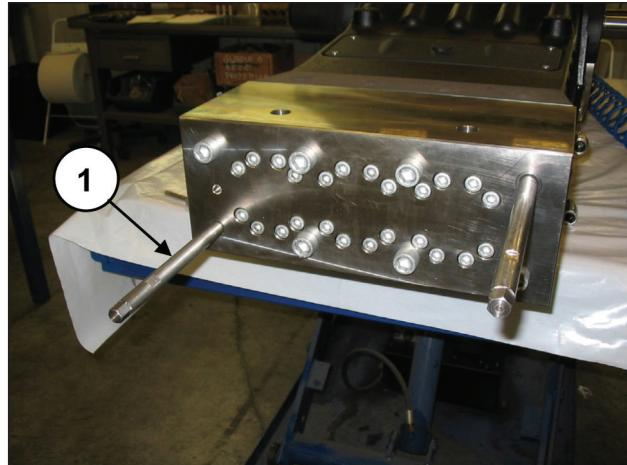
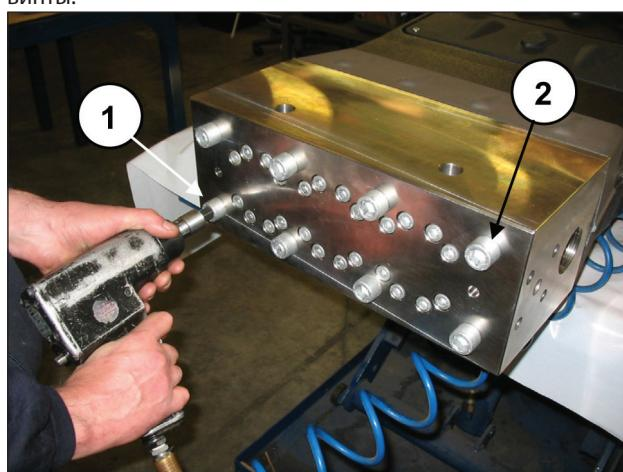

Рис. 98
Рис. 97
Открутите два диаметрально противоположных крепежных винта M16x320 торца (поз. ① и ②, Рис. 97), заменив их на два служебных винтовых штифта (арт. 27540200) (поз. ①, Рис. 98), а затем снимите оставшиеся винты.